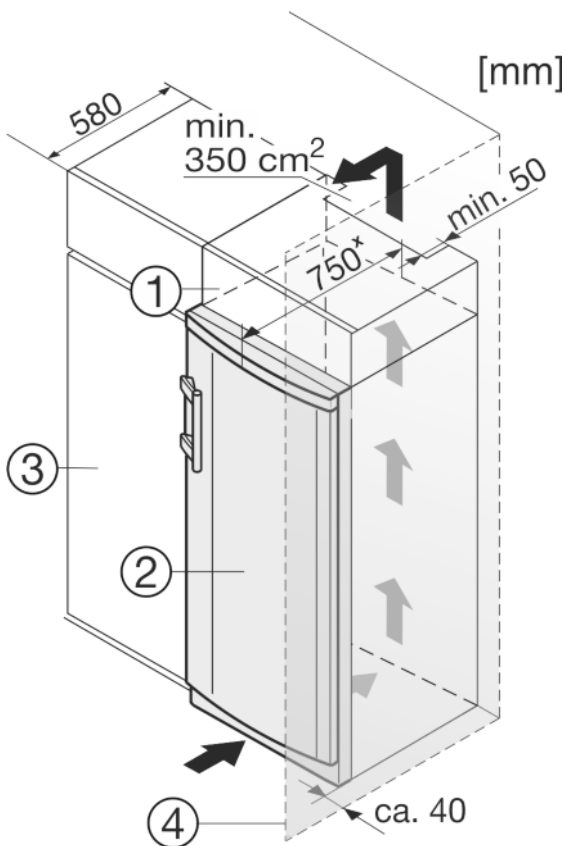

Fig. 9
- (1) Дополнительный шкафчик
- (2) Устройство
- (3) Кухонный шкаф
- (4) Стенка
Устройство может быть окружено предметами кухонной обстановки. Чтобы уравнивать устройство *Fig. 9 (2)* по высоте с кухонной стенкой, можно установить над устройством соответствующий дополнительный шкафчик *Fig. 9 (1)*.
Если устройство установлено на шарнирах у стены *Fig. 9 (4)*, то расстояние между устройством и стеной должно быть не менее 40 мм. Настолько выступает ручка при открытой дверце.